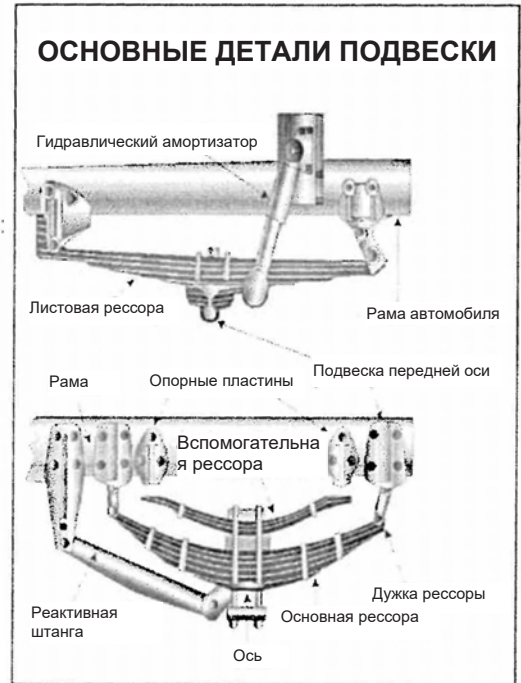

Рисунок 2.2
- Подвески рессор, допускающие смещение оси из правильного положения. Смотрите рис. 2.2.